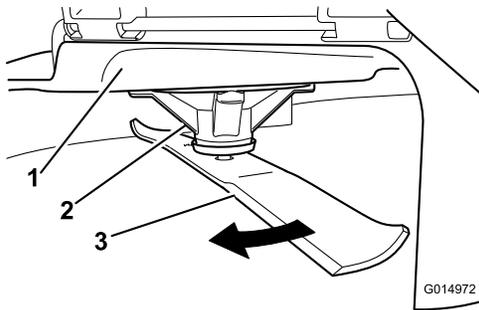

Figure 75
2. Enfilez des gants épais ou utilisez une autre protection adéquate pour les mains, et faites tourner la lame lentement jusqu'à une position permettant de mesurer la distance entre le tranchant et la surface plane sur laquelle se trouve la machine (Figure 75).